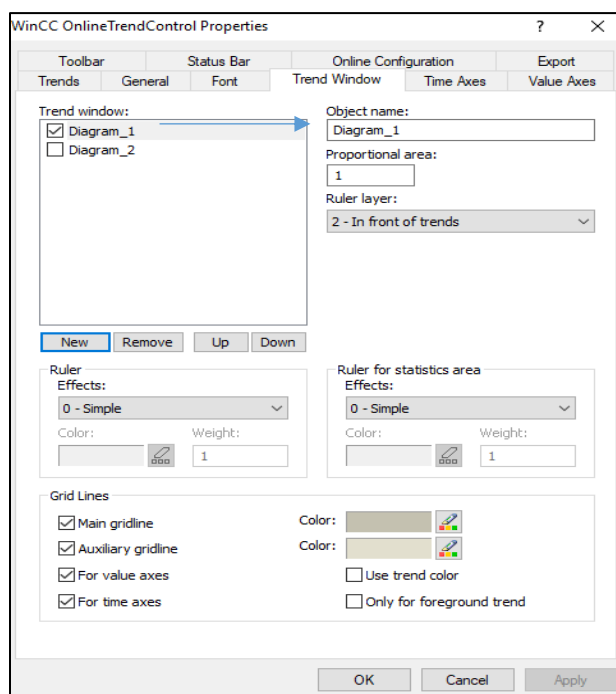
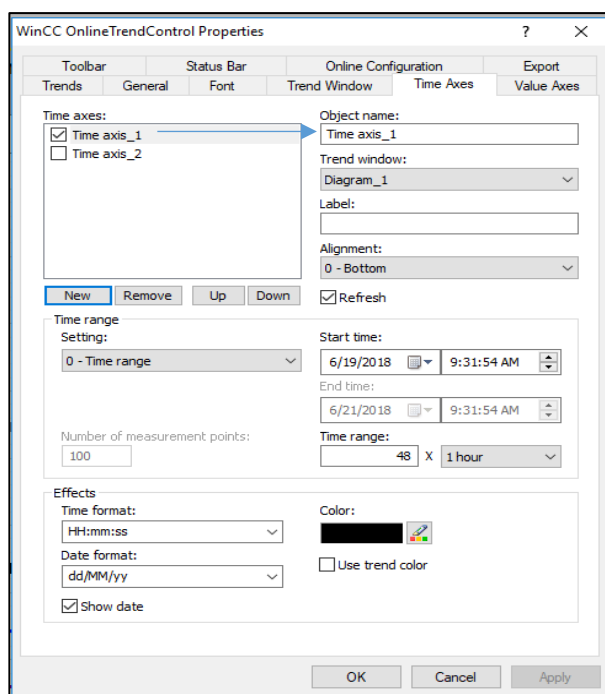

Fig.22.Trend Window
Fig.23.Time Axes
A. Definire fereastră de trend (Fig.22.) / axa temporală (Fig.23.) / axa de valori (Fig.24.) / trend (Fig.25.)